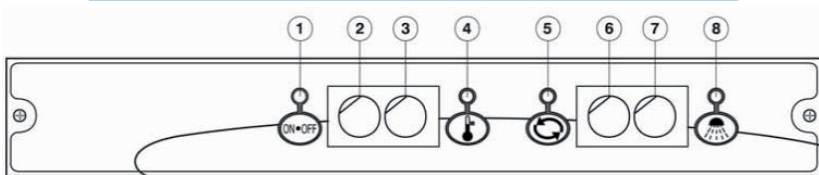

Bild 14b
3. Wenn sie versehen ist, die Abschlusspumpe beim Drücken des ABSCHLUSSPUMPEKNOPFS (7) starten (Bild 14b)
3. Die Spülmaschine beim Starten der Abfluspumpe (wenn versehen) abfließen lassen. Um die Abfluspumpe zu starten, halten sie den ABFLUSSPUMPEKNOPF (7) gedrückt. (Bild 14b)